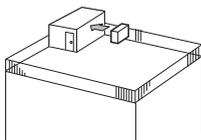

Fig. 2-3
- ① Vend luftløpet mot nærmeste tilgjengelig vegg, omtrent 35 cm unna veggen. (Fig. 2-3)